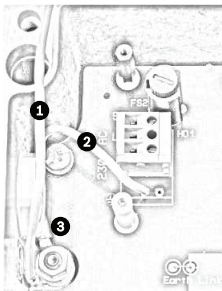

Figura 4.6 Entrada de red sin protección, con el bloque terminal HD1 antes del cableado
11. Retire la tuerca de bronce y la arandela de cobre del borne de puesta a tierra (elemento 3, *Figura 4.6*); déjelos a un lado.
13. Inserte el conductor de tierra desde el cable de red (elemento 2, *Figura 4.6*) en la parte enroscada (tamaño M6, certificado por UL) del terminal de anillo y engárcelo en su lugar.